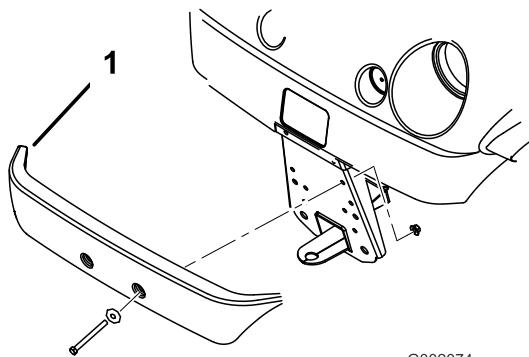

Bild 6
2. Fließen Sie die Befestigungslöcher aus und befestigen Sie die Stoßstange mit den vorher entfernten Befestigungsteilen am Rahmen (Bild 6).